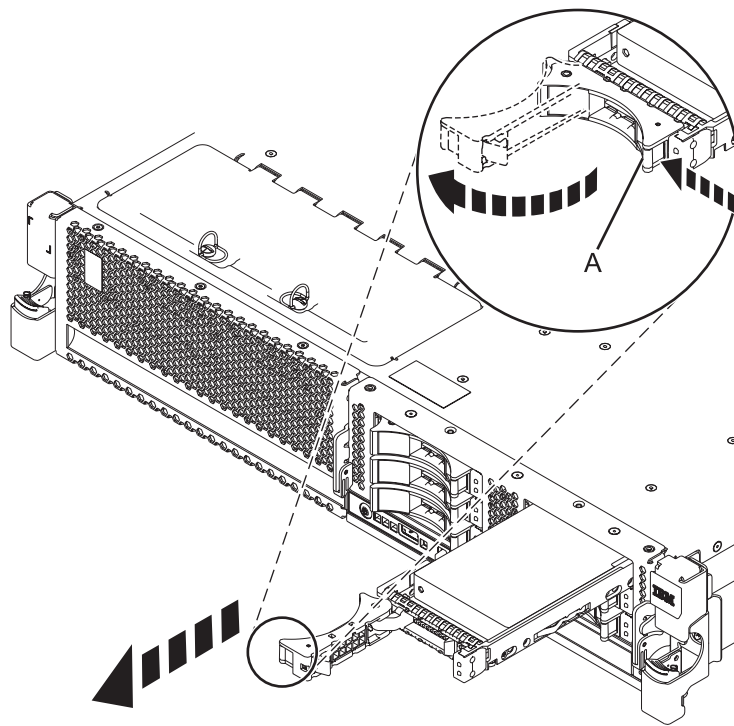

Figure 14. Retrait d'une unité de disque du système
- a. Lorsque le voyant d'identification clignote, déverrouillez la poignée de l'unité en appuyant dessus et en la tirant vers vous, comme illustré à la figure 14.